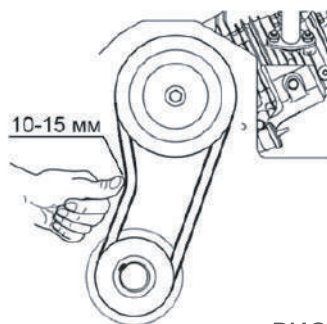

РИС. 16
3. Проверьте натяжение ремня. Нажмите пальцем на ремень в средней части между шкивами с усилием, достаточным для оценки прогиба. Норма: прогиб составляет 10–15 мм (Рис. 16).